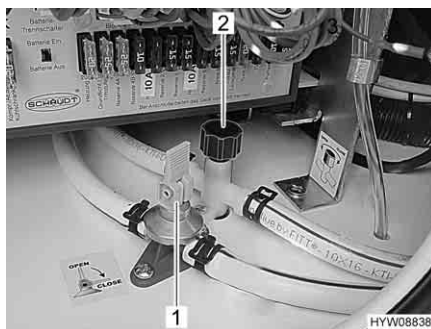

Fig. 166 Rubinetti di scarico
- Chiudere i rubinetti di scarico. Ruotare i coperchi (Fig. 166,2) in senso orario e posizionare la leva a bilanciere (Fig. 166,1) in posizione orizzontale.
- Aprire i rubinetti di scarico (Fig. 166,1 e 2). A questo scopo, ruotare il coperchio (Fig. 166,2) in senso antiorario e posizionare verticalmente la leva a bilanciere (Fig. 166,1).